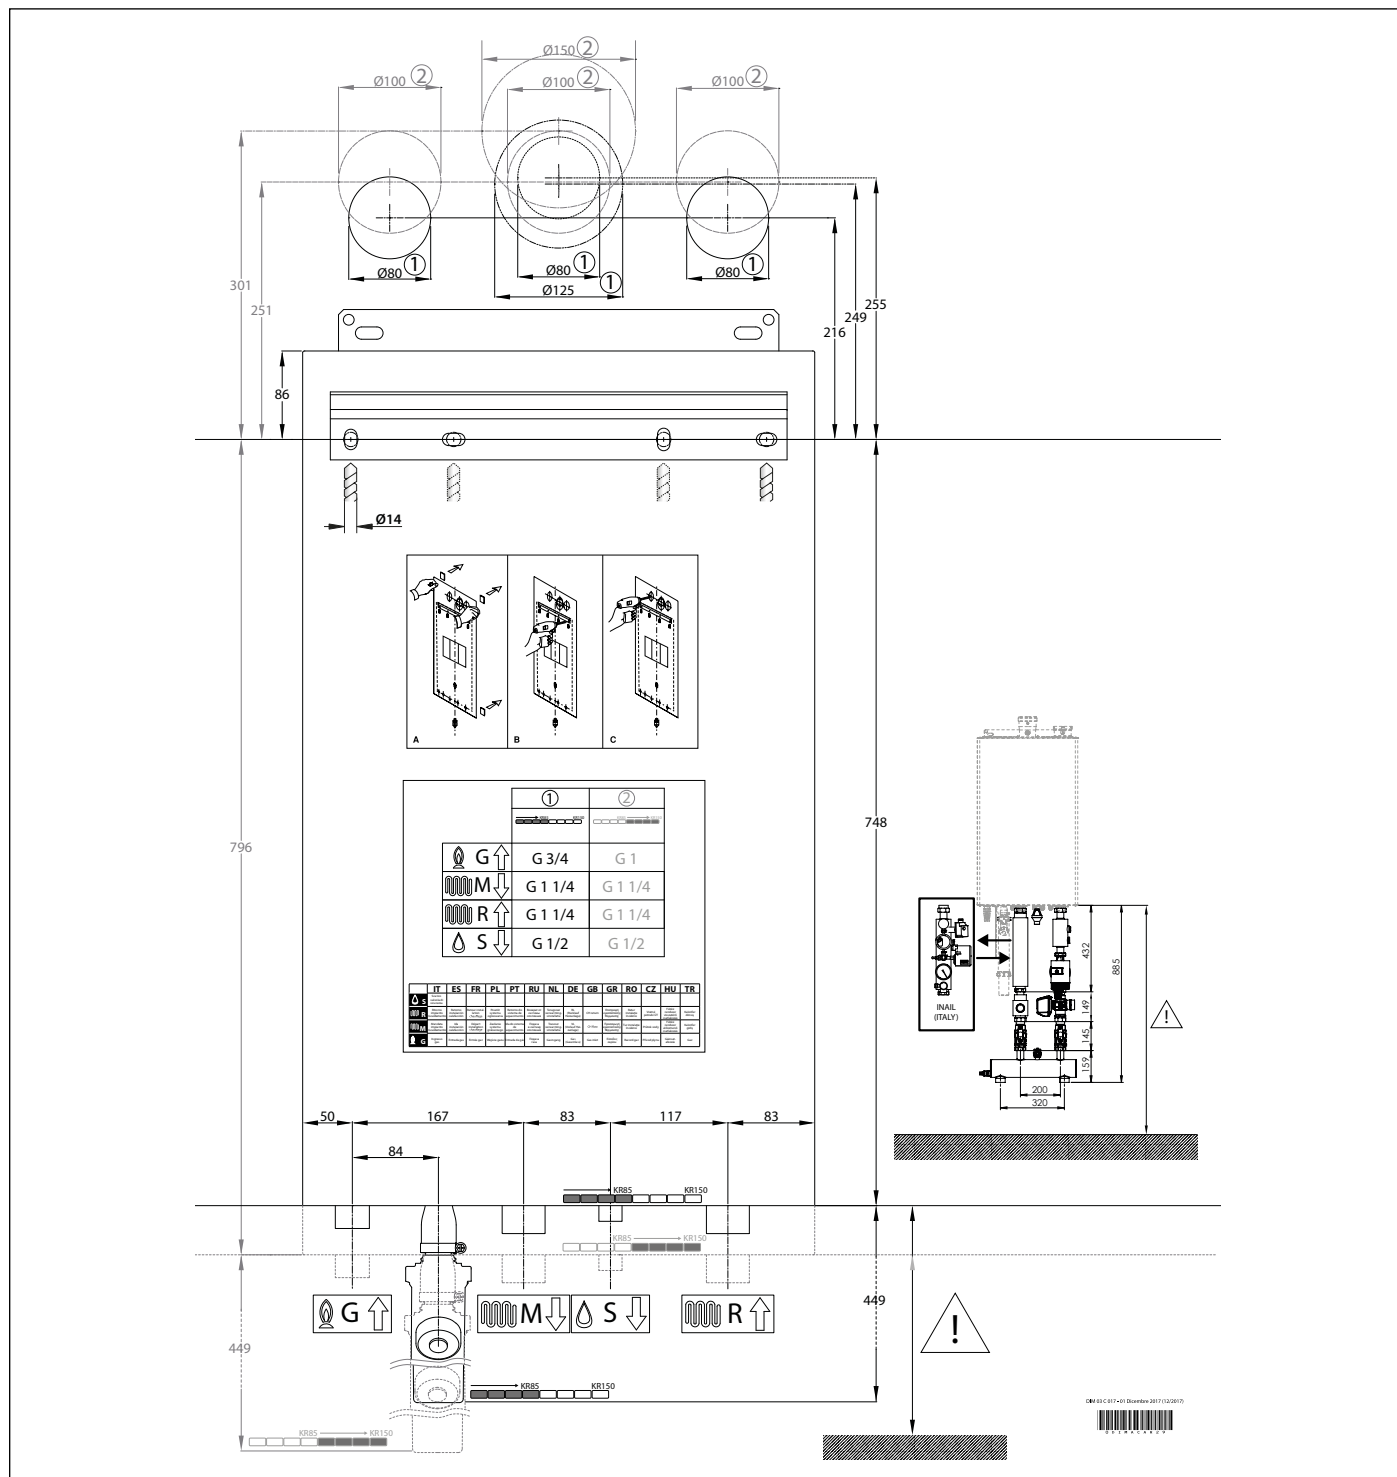

Fig. 12 Dima in carta
- La dima di fissaggio della caldaia al muro (vedi Fig. 12 Dima in carta).
Ogni apparecchio è corredato di un'apposita dima in carta contenuta nell'imballo (vedi Fig. 12 Dima in carta).